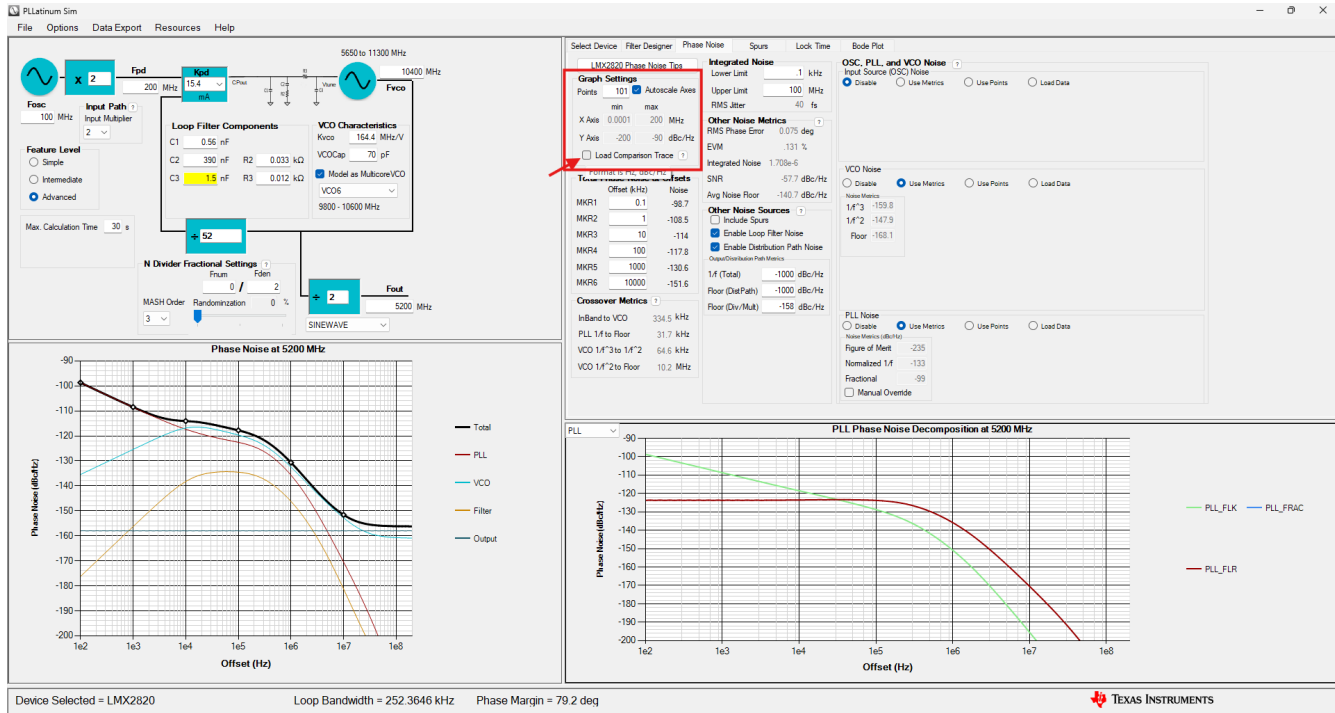

图 11-1. 将迹线加载到 PLLatinum Sim
2. 在相位噪声选项卡下，选择图表设置部分下的加载比较迹线复选框，如图 11-1 所示。